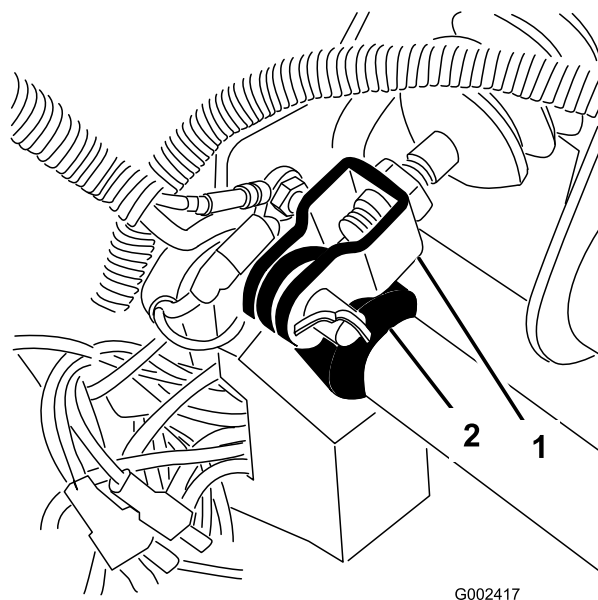

Figura 60
1. Îndepărtați cuiul spintecat și tiftul cu cap și gaură care fixează furca cilindrului principal la pivotul pedalei de frână (Figura 60).